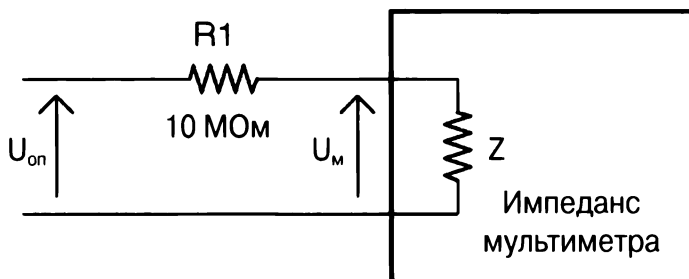

Рис. 21.7. Схема измерения внутреннего импеданса мультиметра
Для определения внутреннего импеданса мультиметра используется схема, показанная на рис. 21.7.
Чтобы вычислить внутреннее сопротивление мультиметра (Z на рис. 21.7), выполните следующие действия.
2. Включите резистор между положительным выводом источника питания и соответствующим щупом мультиметра, как показано на рис. 21.7, и еще раз измерьте напряжение ($U_м$). Если напряжение $U_м$ мало отличается от опорного $U_{оп}$, то используйте в схеме резистор с намного большим сопротивлением (например, 100 MOhm). Кстати, можете гордиться: у вас очень хороший мультиметр.